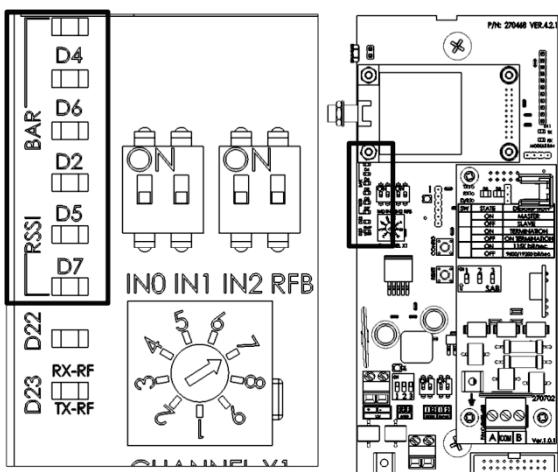

图 22: 信号强度 LEDs
8. 在远程装置单元，查看 RSSI LED 灯。该单元应接收来自基础装置单元的信号。至少有两个 LED 灯应持续亮起一分钟 (参见表 1 和图 22).